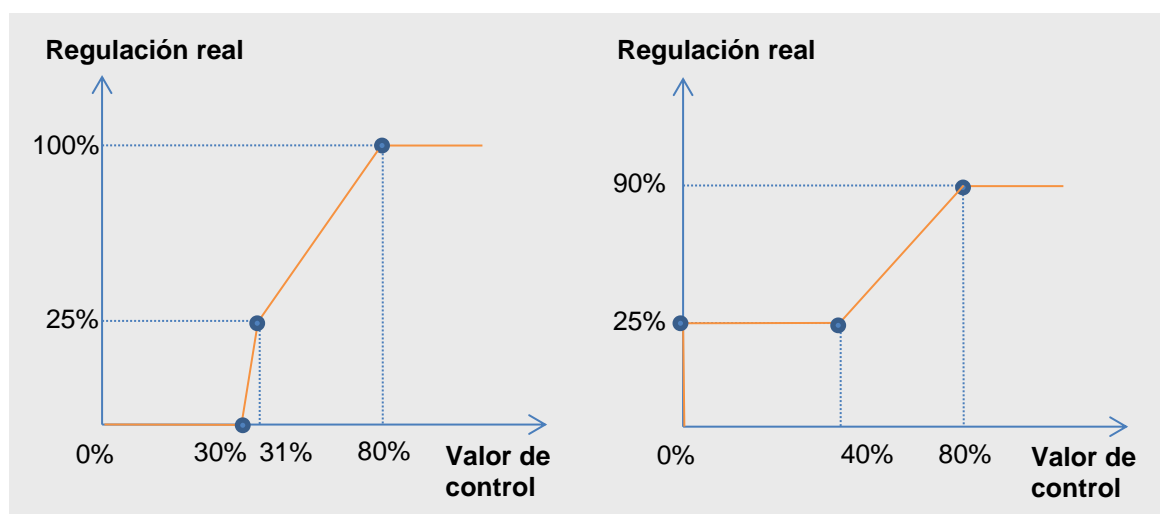
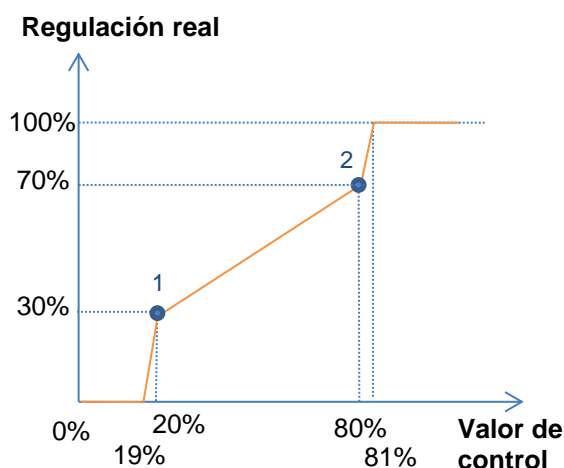

Figura 12. Curvas de control personalizadas.
Figura 13. Curva característica - Valores fuera de rango.
En el caso en que los puntos primero y último no correspondan, respectivamente, con los valores de entrada 0% y 100% ocurrirá lo siguiente (ver Figura 12 y Figura 13):
- Para **valores de control menores al del primer punto**, el valor de regulación aplicado será 0%. Por ejemplo, en la Figura 13 cualquier valor de control inferior al 20% implica un valor de regulación del 0%.
- Para **valores de control mayores al del último punto**, el valor de regulación aplicado será 100%. Por ejemplo, en la Figura 13 cualquier valor de control superior al 80% implica un valor de regulación del 100%.